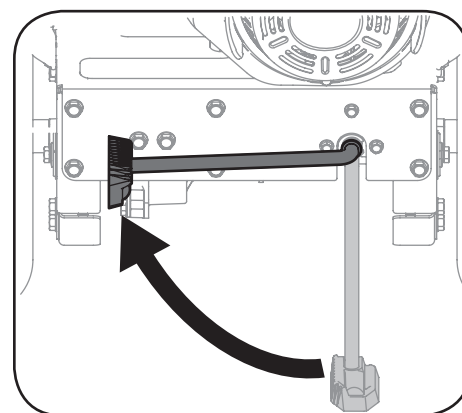

Figura 4-2
1. Haga rodar la base de potencia FLEX™ hasta el aireador accesorio con la pata de cabra hacia ARRIBA. Vea la Figura 4-2.